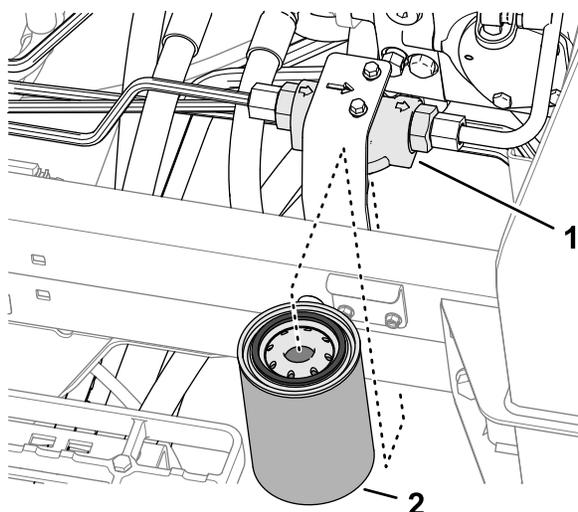

Figura 146
3. En el lado izquierdo de la máquina, coloque un recipiente de vaciado debajo del filtro hidráulico (Figura 146).